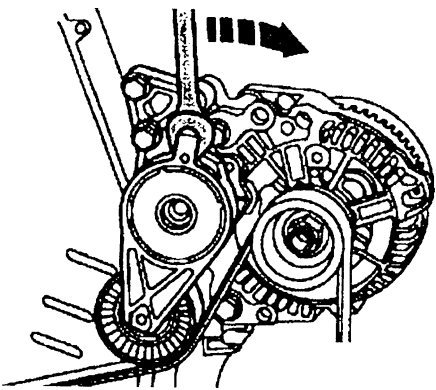

图 2-11 松开传动带张紧器
1) 从发动机舱中拆卸右侧隔音板。拆卸发动机护罩。顺时针转动传动带张紧器，释放传动带张力，如图 2-11 所示。拆卸传动带。